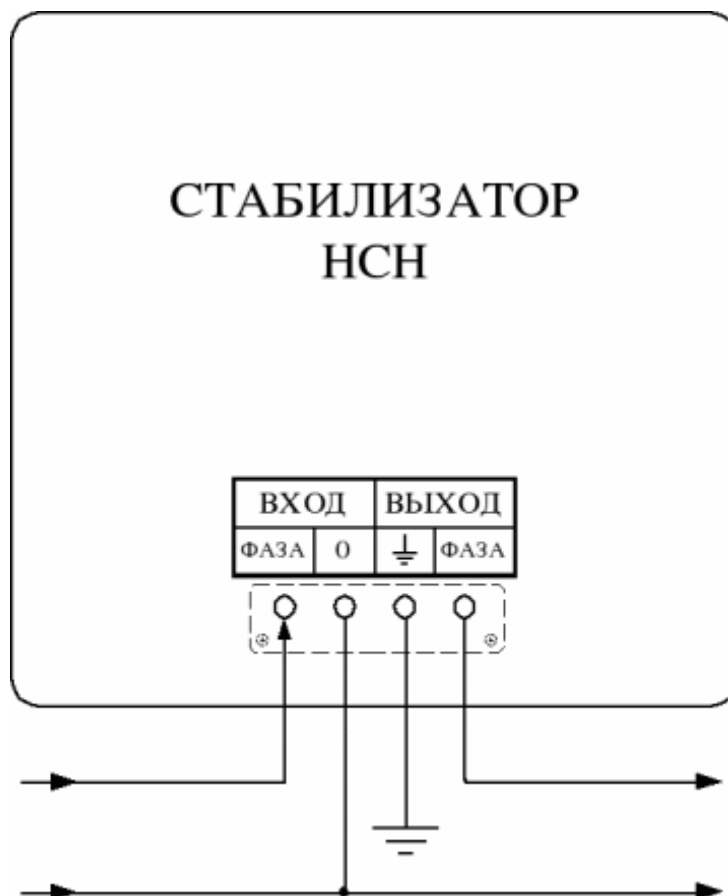

Рисунок 3 – Подключение проводов силового входа/выхода
1. Снять крышку клемной коробки с тыльной стороны аппарата – рисунок 3 (**не ставьте стабилизатор на переднюю панель!**).
3. Подключить провода силового ввода на контакты «ВХОД» - рисунок 3 «фаза».
4. Подключить выводящие провода на контакты «ВЫХОД» - рисунок 3 «фаза».